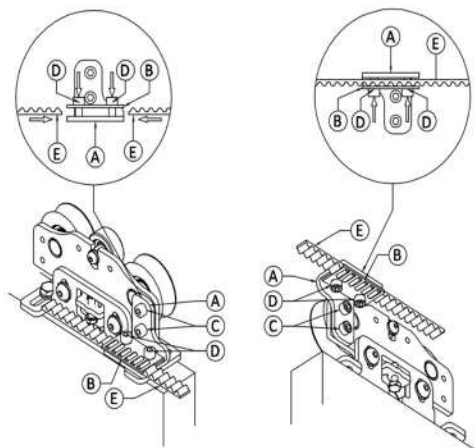

Fig.6
- Desconecte del carro el estribo de conexión de la banda Ref. A, Fig.6 desatornillando los tornillos C.